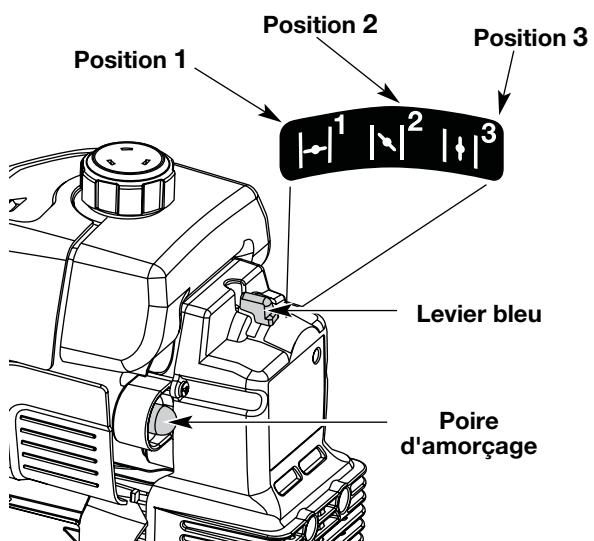

Fig. 10
- REMARQUE :** Il n'est pas nécessaire de faire démarrer la machine. La commande On/Off (Arrêt/Marche) est en position ON (I) en permanence.
3. Pressez et relâchez la poire d'amorçage à 10 reprises, lentement. Une certaine quantité de **carburant devrait être visible dans la poire d'amorçage** et les conduites de carburant (Fig. 10). Si vous n'apercevez pas de carburant dans la poire, pressez et relâchez la poire autant de fois que nécessaire jusqu'à ce que vous aperceviez du carburant dans cette dernière.
4. Mettez le levier bleu en **Position 1** (Fig. 10).
10. Une fois que le moteur est chauffé, placez le levier bleu d'étranglement en **Position 3** (Fig. 10). La machine est prête à être utilisée.
SI... Le moteur hésite, remettez le levier en **Position 2** (Fig. 10) et continuez à le chauffer.